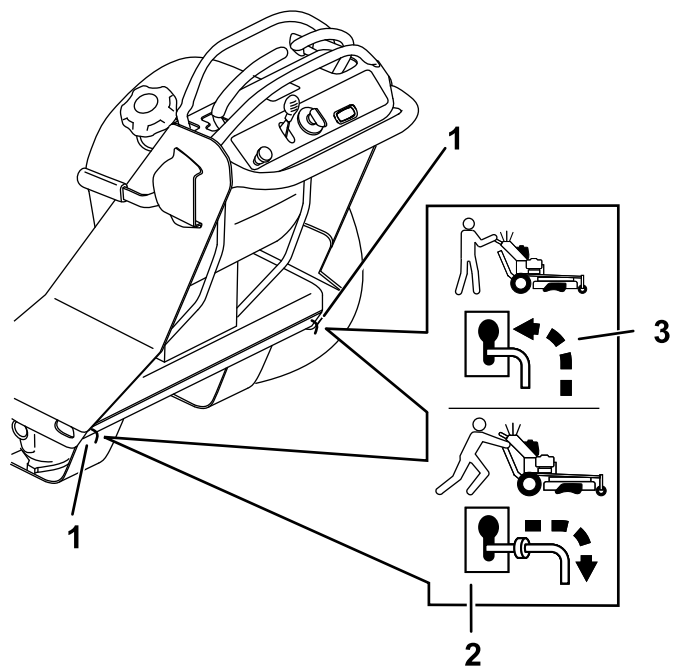

図 21
4. バイパスレバーをキー穴に沿って手前に引き、更に下に動かしてロックする 図 21。
バイパスレバーをキー穴に沿って前方に押し、更に下に動かして 図 21 のようにロックする。